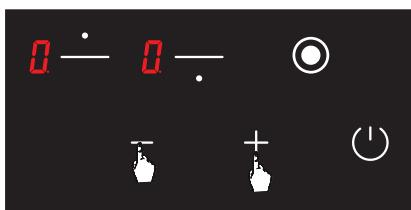

Рис. 12
2. За допомогою кнопок  і  температура всіх конфорок доводиться до рівня  (Див. рис. 12). Плита вимикається автоматично через 20 секунд.